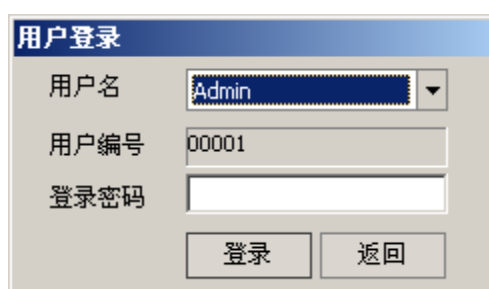

图 3.3.1-1 用户登陆
登陆方法：选择菜单项“文件 (F) -> 用户登录/注销”，将弹出用户登录注销窗口如图 3.3.1-1 所示，输入用户名和密码之后，单击“登陆”进入系统。